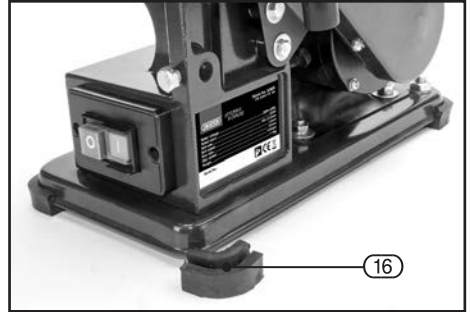

FIG.6
8.4 ATTACH PLASTIC FEET - FIG. 6